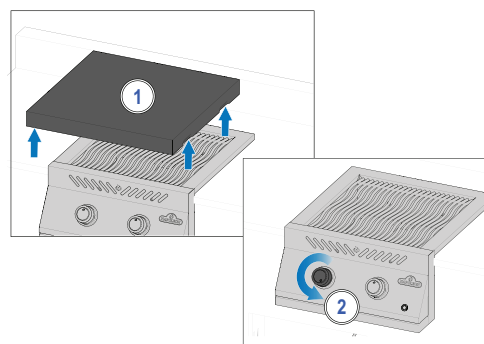

Fig. 2
4. Als de brander niet ontsteekt, draai de bedieningsknop van de brander met de klok mee naar de UIT-positie. Wacht 5 minuten. Herhaal stap 2 en 3. **(Fig. 2).**